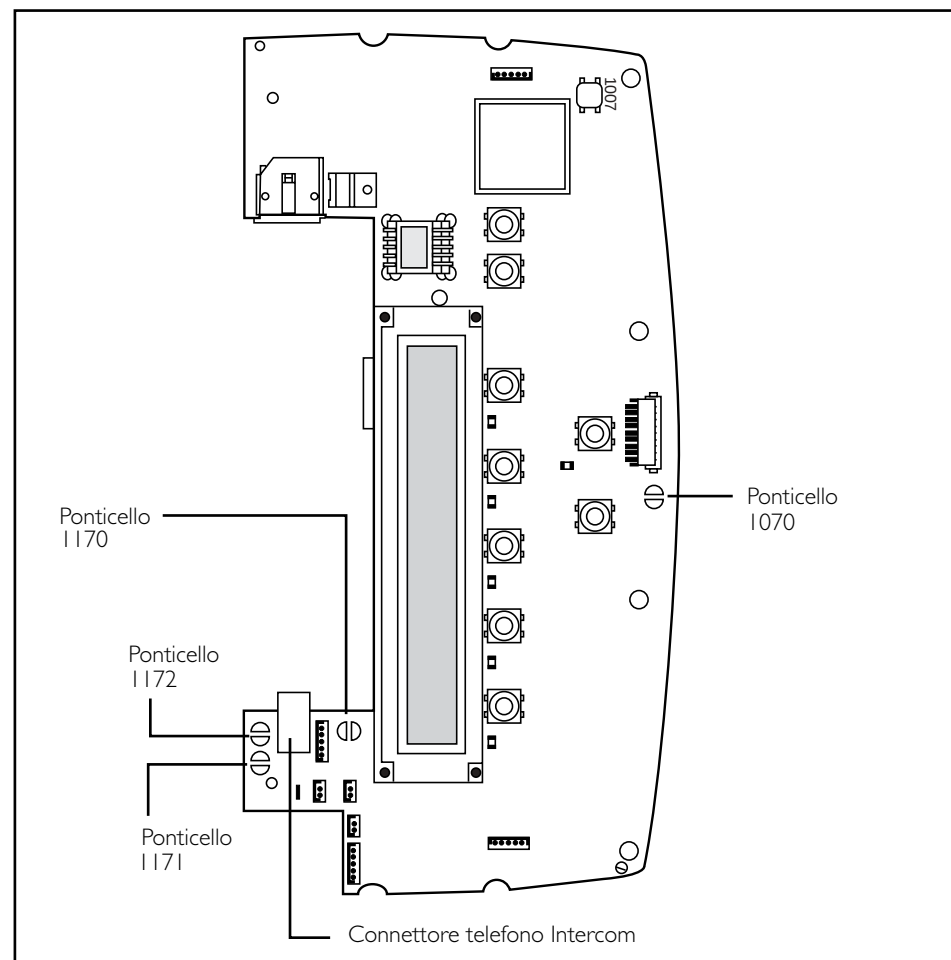

FIG. 2-11 Impostazioni unità conferenza (Concentus)
- Con attenzione rimuovere l'alloggiamento dell'unità ed individuare il circuito stampato (FIG. 2-11).
- Individuare i ponticelli 1070, 1170, 1171 e 1172 (FIG. 2-11).